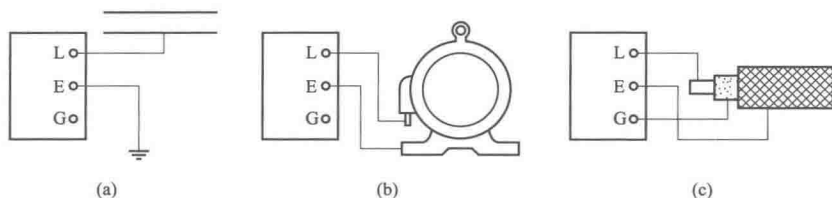

图 1-1 绝缘电阻表接线图
端分别接于“E”和“L”两个端钮上,如图1-1(a)所示。
(2) 测量电机等电气设备对地绝缘时,应当用“E”端接地(指被测设备的接地外壳),“L”端接电机绕组等被测设备,否则会由于大地杂散电流对测量结果造成影响,使测量结果不准确。将电机绕组接于“L”端钮上,机壳接于“E”端钮上,如图1-1(b)所示。
(3) 测量电缆的导电线芯与电缆外壳的绝缘电阻时,除将被测两端分别接于“E”和“L”两端钮外,还需将电缆壳芯间的内层绝缘接于保护环端钮“G”上,以消除因表面漏电而引起的误差。使用保护环后,绝缘表面的泄漏电流不经过线圈而直接回到发电机,如图1-1(c)所示,“L”端钮接芯线,“E”端钮接外层铅皮,“G”端钮接到芯线绝缘层上。